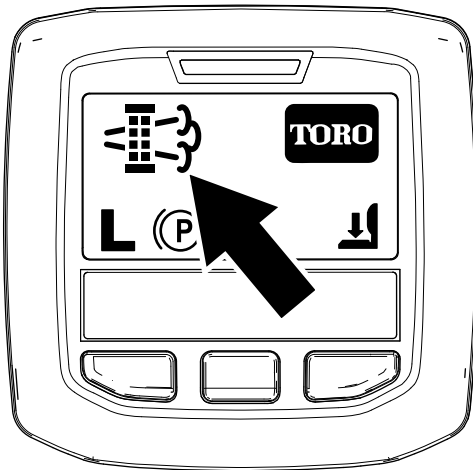

Bild 42
- Wenn der Motorcomputer eine geparkte Regenerierung oder eine Wiederherstellung-Regenerierung anfordert, wird das Symbol für die Anforderung einer Regenerierung (Bild 42) im InfoCenter angezeigt.